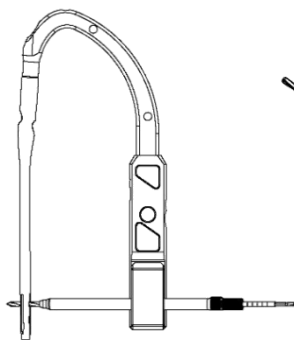

図4
- 3) ターゲットデバイスにディスタルスクリュー用ドリルスリーブを組付けたディスタルスクリュー用スリーブを装着し、ディスタルスクリュー用ドリル (L) を通し、ネイルのディスタルスクリューホールに干渉しないで通過することをチェックします。(図 4)